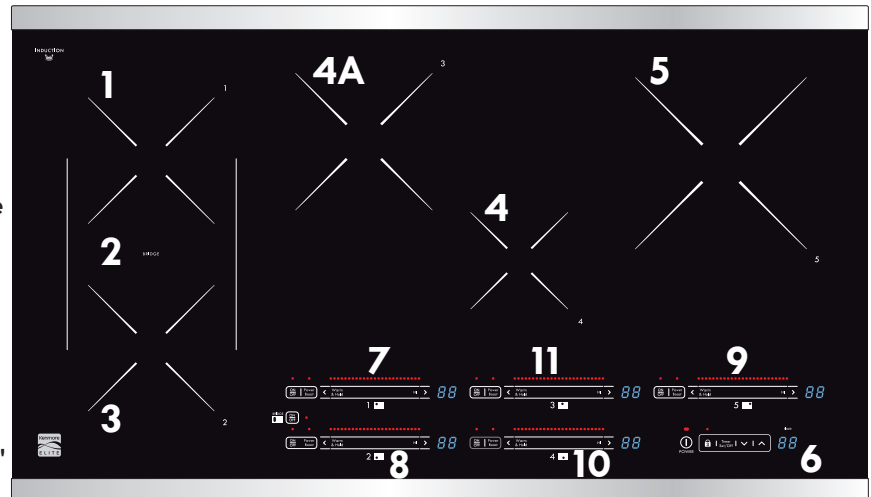

Fig. 2 - Modèle 36''
- 4A. Zone de cuisson arrière au centre (Fig. 2)
11. Contrôleur de la zone de cuisson arrière au centre (Fig. 2)